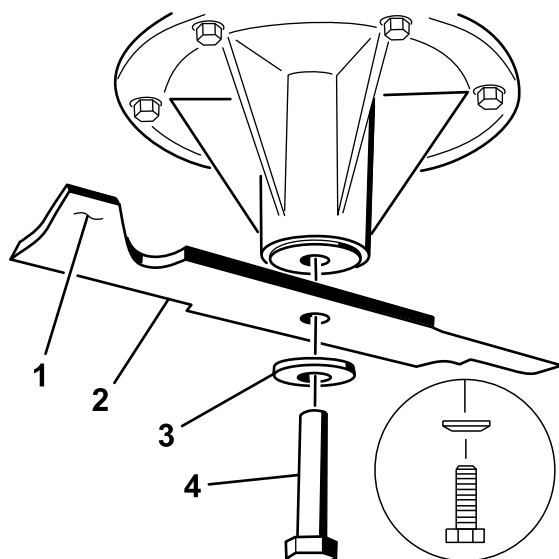

Figura 95
- Retire del eje el perno de la cuchilla, la arandela curva y la cuchilla (Figura 95).
3. Si la cuchilla no está equilibrada, rebaje algo el metal en la parte de la vela solamente con una lima (Figura 95).